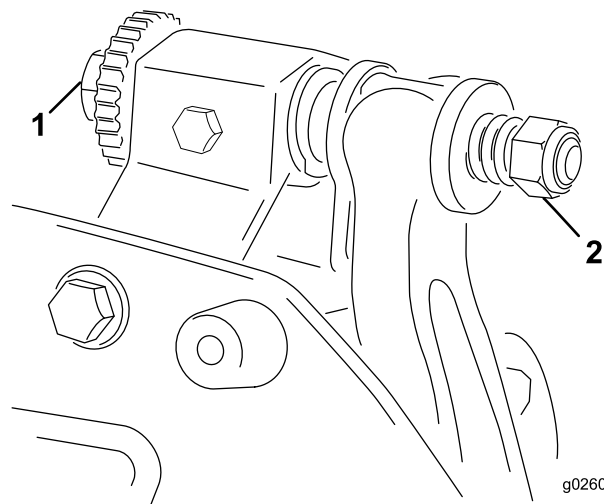

図 10
6. シムを左右に滑らせながら右側のベッドバー調整ボルト 図 10を回して、シムに軽い圧迫シムが挟まれる感じを感じる程度に調整する。シムを抜き取る。